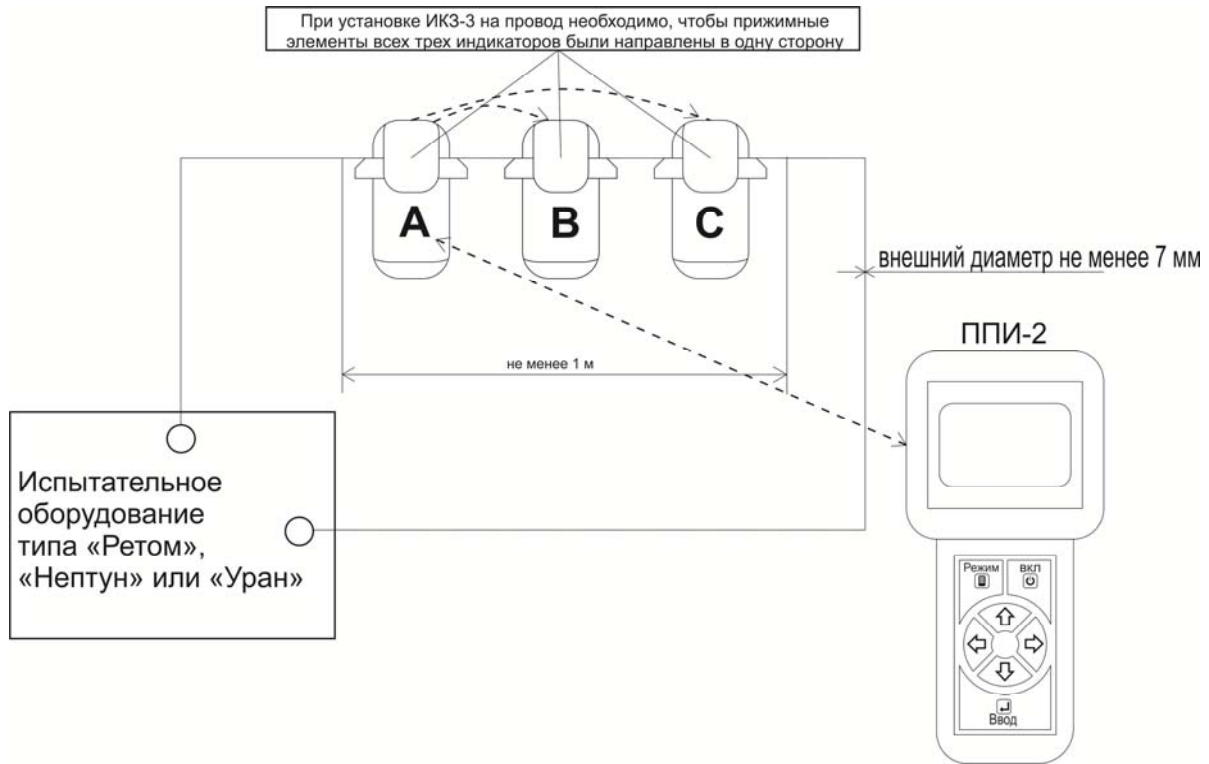

Рисунок 3 – Примерная схема подключения ИКЗ-В33-У3 к испытательному оборудованию типа «Ретом», «Нептун», «Уран» или аналогичному.
- расположить комплект индикаторов ИКЗ-В33-У3 на одном проводе длиной не менее 1 м и внешним диаметром провода не менее 7 мм (Рисунок 3).